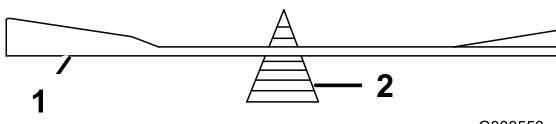

Figura 70
2. Verifique el equilibrio de la cuchilla colocándola sobre un equilibrador de cuchillas (Figura 70).